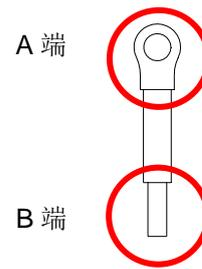

图 8-7 接地线
- 以下通讯卡配线时，须做接地安装，接地线材如通讯卡包装内附，请参考图 8-7。